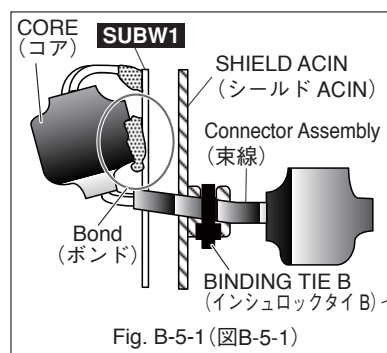
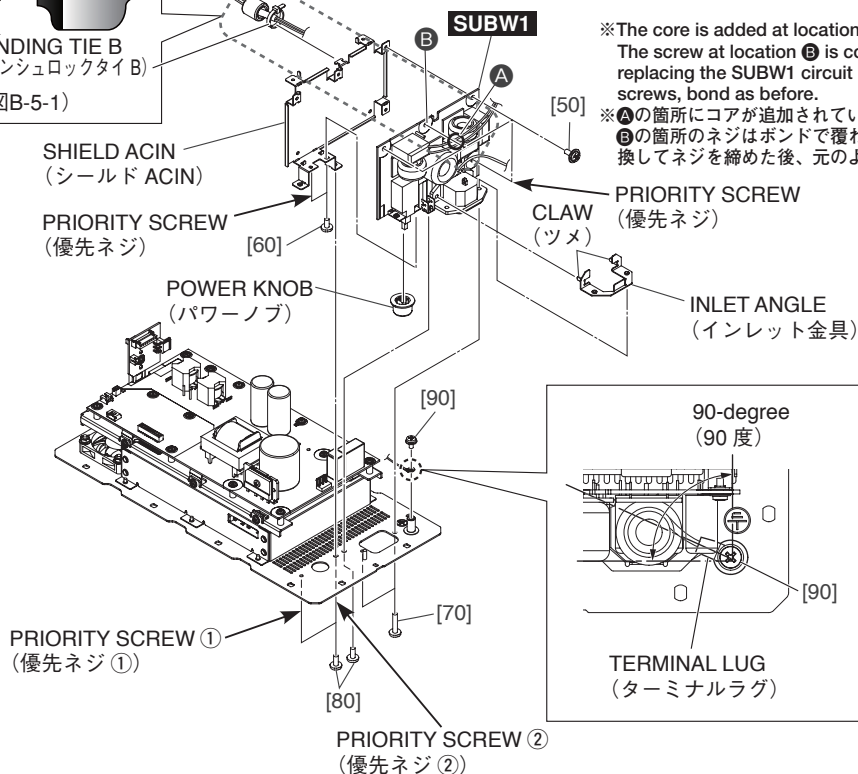

Fig. B-5-1 (図B-5-1)
Fig. B-5 (図B-5)
B-6-4 Remove the two (2) screws marked [70], three (3) screws marked [80] and the screw marked [90]. The shield ACIN can then be removed together with the SUBW1 circuit board. (Fig. B-5)
B-6-4 [70] のネジ 2 本と [80] のネジ 3 本、[90] のネジ 1 本を外して、SUBW1 シートと共にシールド ACIN を外します。(図 B-5)
※ シールド ACIN を取り付けるときは、優先ネジ 2 本を図に示す順番で先に締めてください。(図 B-5)
※ [90] のネジを取り付けるときは、ターミナルラグの向きが図の通り 90 度の範囲となるように締めてください。(図 B-5)
- * **When installing the shield ACIN, first tighten the two (2) priority screws in order as shown in Fig. B-5.**
- * **When installing the screw marked [90], tighten so that the terminal lug points within the 90-degree range as shown in Fig. B-5.**
B-6-5 Remove the four (4) screws marked [50] and two (2) screws marked [60]. The SUBW1 circuit board can then be removed from the shield ACIN. (Fig. B-5)
* **Be sure to remove binding tie B. Install as before binding tie B was removed. (Fig. B-5, Fig. B-5-1)**
* **When installing the SUBW1 circuit board, first tighten the two (2) priority screws as shown in Fig. B-5.**
B-6-6 Remove the power knob from the SUBW1 circuit board. (Fig. B-5)
B-6-7 Straighten the two claws of the inlet angle and remove the inlet angle from the SUBW1 circuit board. (Fig. B-5, Photo B-1)
* **The power knob and the inlet angle are not parts of the SUBW1 circuit board. When replacing the SUBW1 circuit board, remove the power knob and the inlet angle from the SUBW1 circuit board and install them to the new circuit board. (Fig. B-5)**
B-6-5 [50] のネジ 4 本と [60] のネジ 2 本を外して、シールド ACIN から SUBW1 シートを外します。(図 B-5)
取り付けるときは、インシュロックタイ B を取り外す前と同じように取り付けてください。(図 B-5、図 B-5-1)
※ SUBW1 シートを取り付けるときは、図に示す優先ネジ 2 本を先に締めてください。(図 B-5)
B-6-6 SUBW1 シートからパワーノブを外します。(図 B-5)
B-6-7 インレット金具のツメ 2 箇所をまっすぐに伸ばして、SUBW1 シートからインレット金具を外します。(図 B-5、写真 B-1)
※ パワーノブとインレット金具は、SUBW1 シートの構成部品ではありません。SUBW1 シートを交換する際には、SUBW1 シートからパワーノブとインレット金具を取り外して、新しいシートに取り付けてください。(図 B-5)